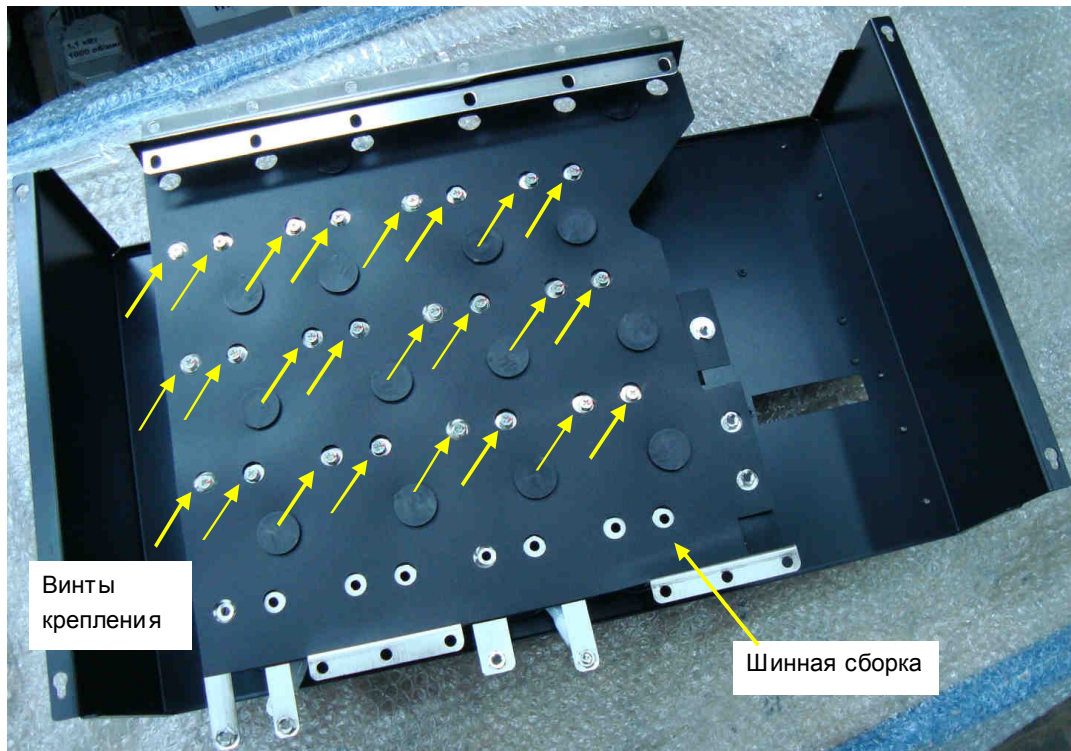

Рис. 6.21.
6.12.1. Установить блок конденсаторов на рабочий стол основанием вверх (рис. 6.21).